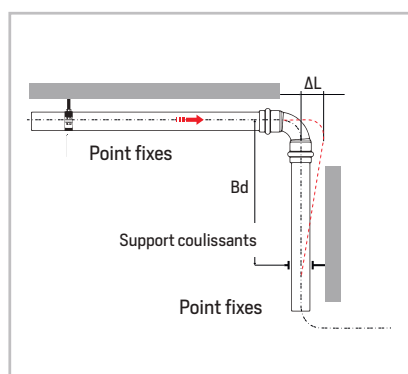

Figure 33 - Compensation de dilatation [Bd] - Courbe Z
**Formule de calcul courbe Z et déviation T (figure 33 e 34)**